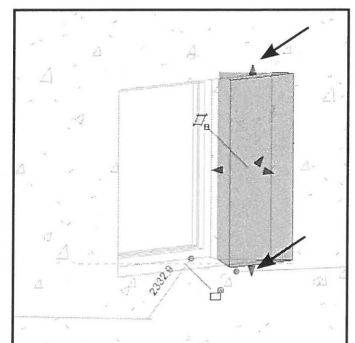

Fig. 04.128. Rediger størrelsen.
- Rediger størrelsen/placeringen af *Void'en*, ved at trække i de små blå pile der kommer i top og bund af figuren. Den skal ende med at se ud som på Fig. 04.128. Figuren skulle gerne snappe til vinduets karm, så man kan justere objektets højde nøjagtigt.